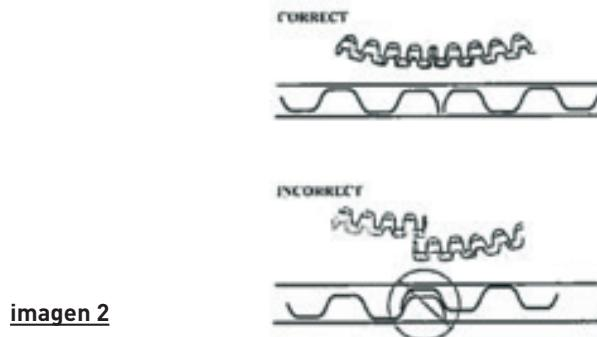

Imagen 2
1. El raspador de aceite se compone de 3 elementos: un segmento, un muelle y un segundo segmento. Lo mas importante es que los extremos del muelle no se sobrepongan (Imagen 2).